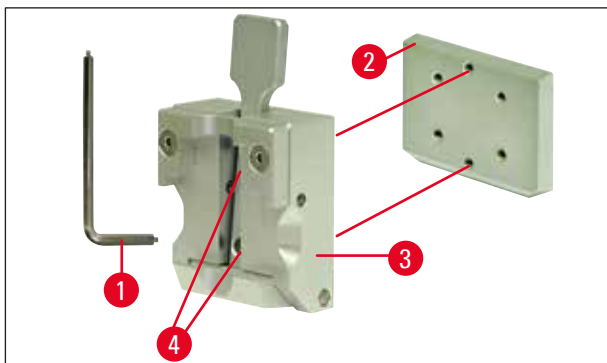

Bild 10
3. Ta bort sinkstyrningen (→ Bild 10-2) från preparatklämman (→ Bild 10-3) genom att lossa de båda skruvarna (→ Bild 10-4) från sinkstyrningen (→ Bild 10). Använd insexnyckeln med handtag nr 3.